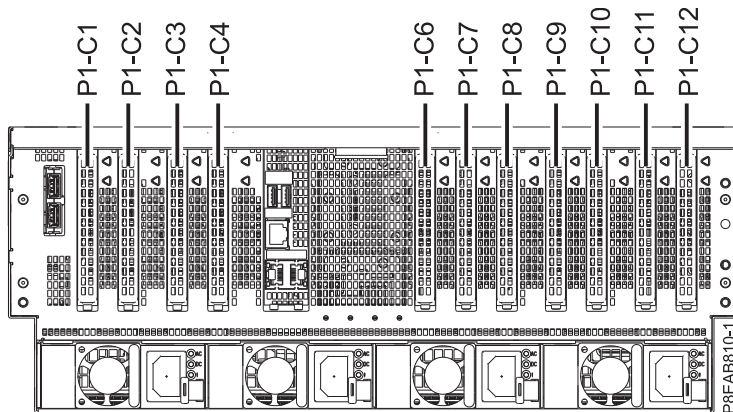

図 19. 8408-44E または 8408-E8E システムの PCIe アダプター・スロットの位置
1. PCIe アダプター・スロットの位置について十分に理解します。PCIe アダプターは、システム背面に取り付けられています。図 19 は、8408-44E または 8408-E8E システムでの PCIe アダプターの位置を示しています。